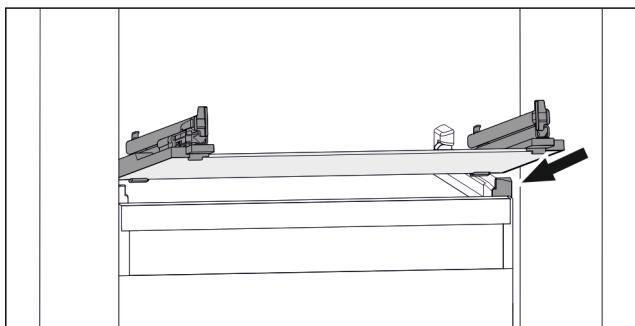

Fig. 69 玻璃隔板例图
- ▶ 将玻璃隔板斜放在止动器后面。[参见 Fig. 69]